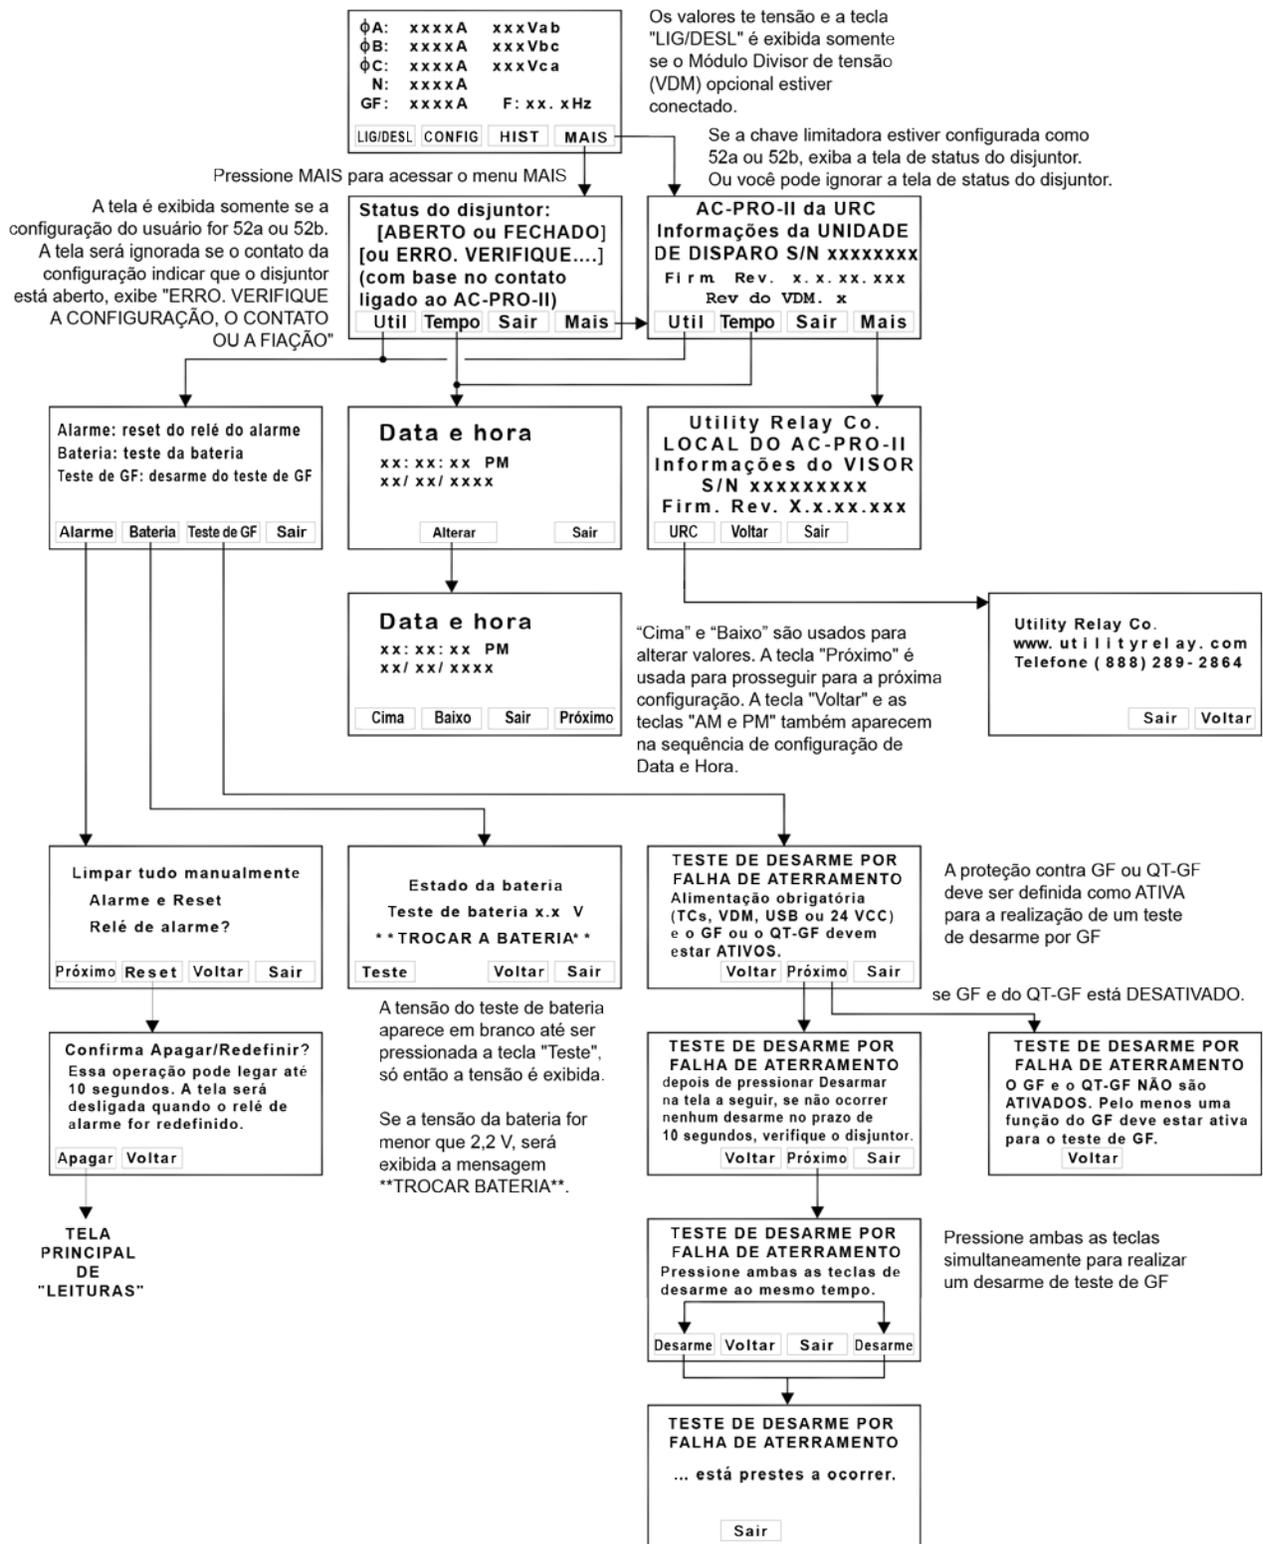

Figura 6.5: Menu MAIS
A configuração de data e hora é acessada pelo menu MAIS, pressionando a tecla MAIS na tela principal e, na sequência, a teclas de Hora e Alteração, como mostrado e indicado abaixo na Figura 6.5.
**A unidade de disparo pode realizar um teste desarme por falha de aterramento.** Isso simula uma condição medida de falha de aterramento, bem como testa a capacidade de a unidade de disparo realizar um desarme. A proteção contra falha de aterramento ou proteção contra falha de aterramento do Quick-Trip deve ser ativada para a realização de um teste desarme por falha de aterramento. Consulte Figura 6.5.
**OBSERVAÇÃO:** a versão do firmware e o "VDM rev" do AC-PRO-II podem ser visualizados na tela do AC-PRO-II no menu "mais". Consulte a Figura 6.5. Na "tela Principal/Leituras", pressione "Mais" para visualizar esta informação.